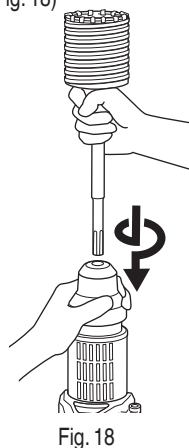

Fig. 18
- (2) Monter la queue de couronne sur le marteau rotatif à percussion. (Fig. 18)